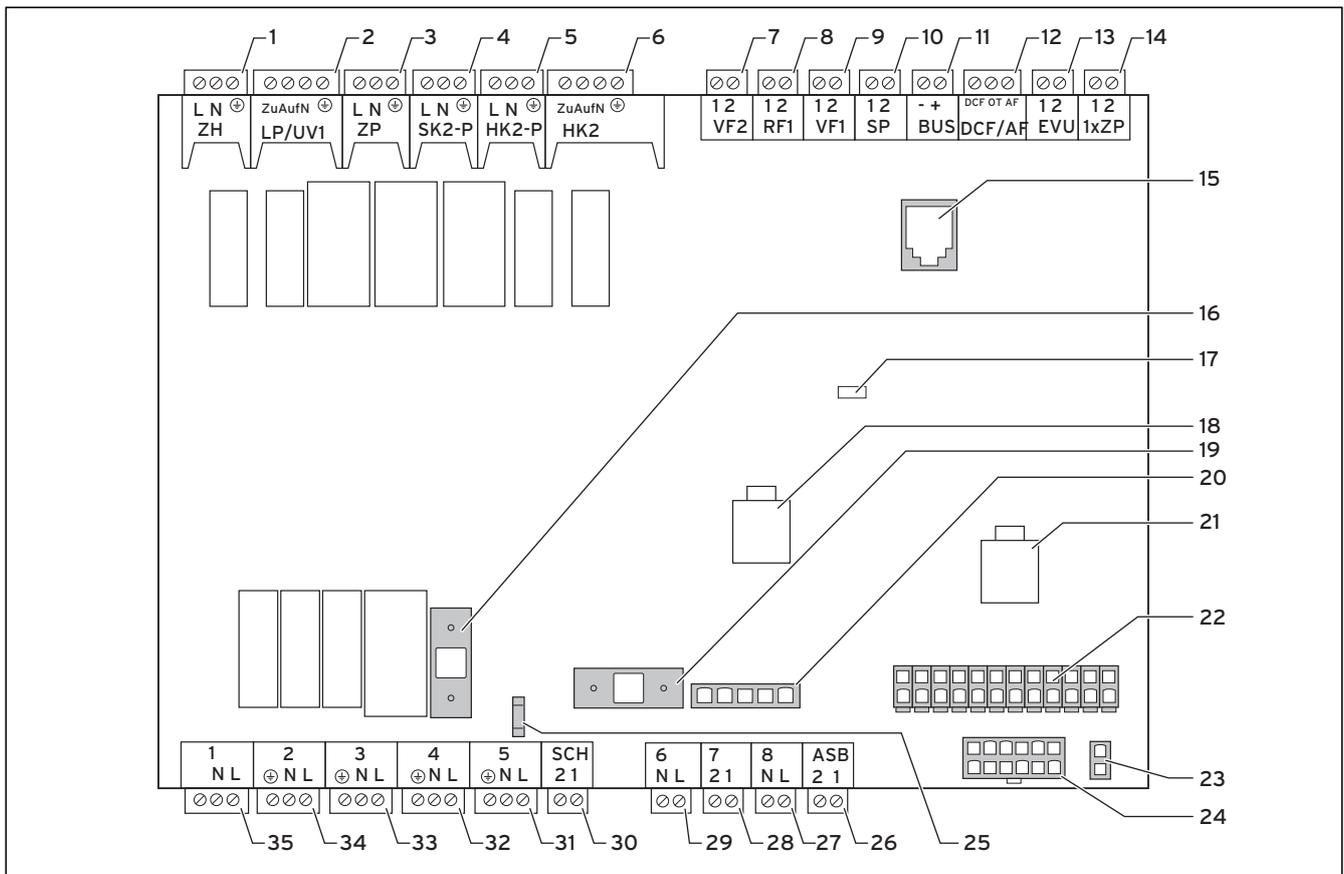

Abb. 7.7 Reglerplatine
- Schließen Sie den Kontakt des Rundsteuersignalempfängers an Klemme 13 „EVU“ (Energieversorgungsunternehmen) an (→ **Abb. 7.7**).
Legende zu Abb. 7.7
- Installieren Sie die Standardfühler VR 10 entsprechend den Anforderungen des Regelschemas und schließen Sie sie an den jeweiligen Klemmen der Regelplatine an (→ **Abb. 7.7**).
- Schließen Sie die externe Heizkreispumpe an Klemme HK2-P an (→ **Abb. 7.7, Pos. 5**).
- Schließen Sie alle Absperrventile an Klemme SK2-P an (→ **Abb. 7.7, Pos. 4**).